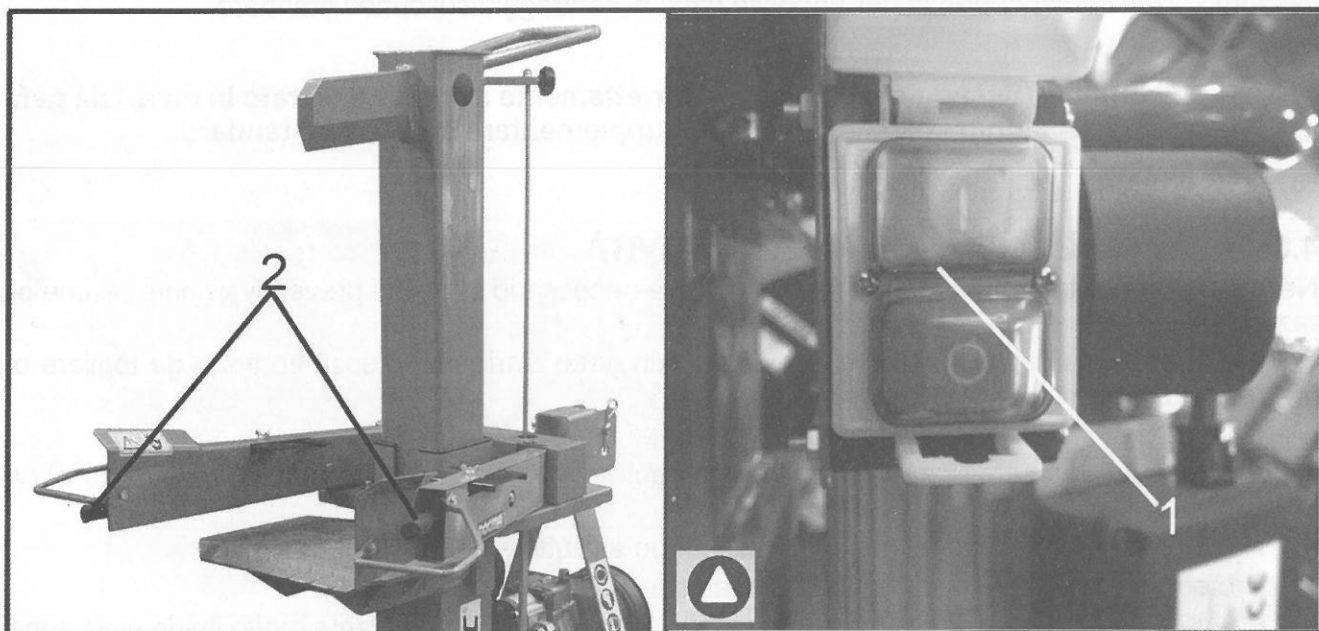

Fig. 11
- ▶  Quadro comandi (avviamento/arresto) (1 Fig. 11).
- ▶ Leve per azionamento macchina (2 Fig. 11).
- ▶ Afferrare saldamente le due leve (2 Fig. 11) con entrambe le mani.
- ▶ Spingere contemporaneamente le due leve (2 Fig. 11) verso l'interno stringendo il ceppo come in una morsa in modo da mantenerlo saldamente stabile in posizione.
- ▶ Abbassare contemporaneamente le due leve (2 Fig. 11); il cuneo inizierà la discesa dividendo in due il ceppo (in quattro con il cuneo a croce).
- ▶ Appena il cuneo inizia ad incidere il ceppo, lentamente e progressivamente allargare le due leve (2 Fig. 11); si eviterà così che, nel caso il cuneo risalga con il ceppo incastrato, lo stesso non interferisca con le leve stesse.